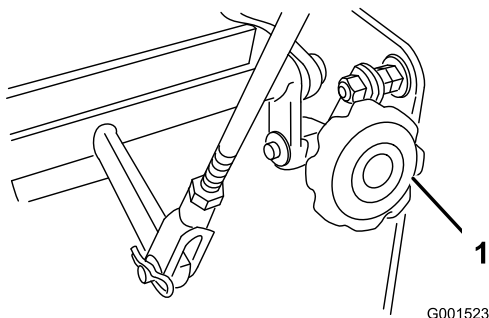

Figure 39
4. Si la machine se déporte d'un côté ou de l'autre, tournez le bouton de Quick-Track. Tournez le bouton à droite pour diriger la machine vers la droite et à gauche pour diriger la machine vers la gauche (Figure 39).